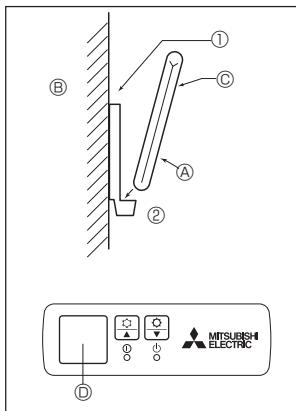
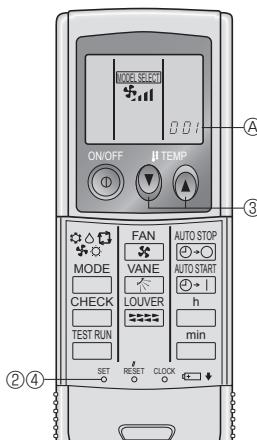

Fig. 6-2
Fig. 6-3
2) Aufstellverfahren (Fig. 6-2)
- ① Die Halter der Fernbedienung mit zwei Blechschrauben am gewünschten Ort anbringen.
- ② Die Unterseite der Fernbedienung in den Halter einsetzen.
③ Fernbedienung ④ Wand ⑤ Anzeige ⑥ Empfänger
3) Einstellung (Fig. 6-3)
① Batterien einlegen.
② SET-Taste mit einem spitzen Gegenstand drücken.